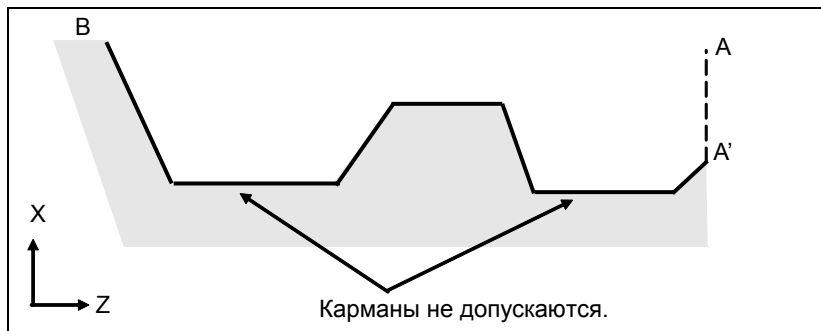

Рис. 6.4.1 (d) Фигура, не имеющая монотонного возрастания или убывания (тип I)
(2) Фигура вдоль контура A'-B должна демонстрировать монотонное возрастание или убывание в направлении обеих осей, образующих плоскость (оси Z и X для плоскости ZX). В ней не должно быть выемок, как показано на Рис. 6.4.1 (d).